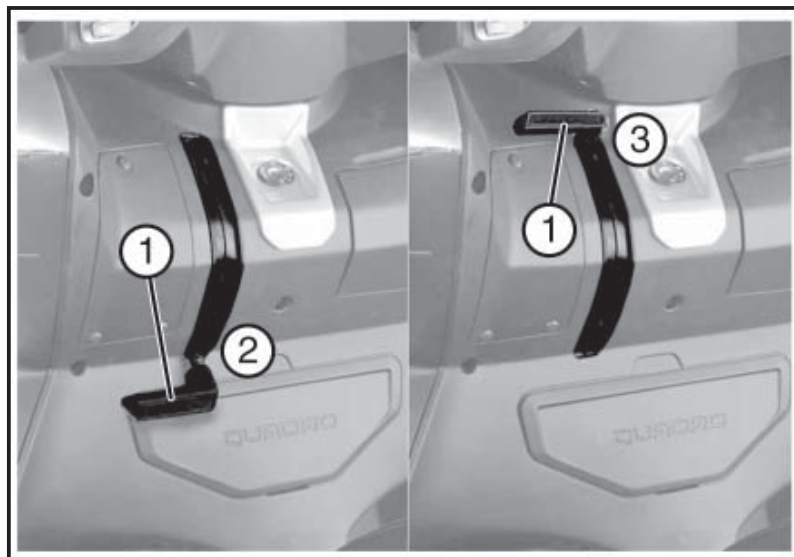

Fig. 02
4.15 PARKING BRAKE LEVER (Fig. 02)